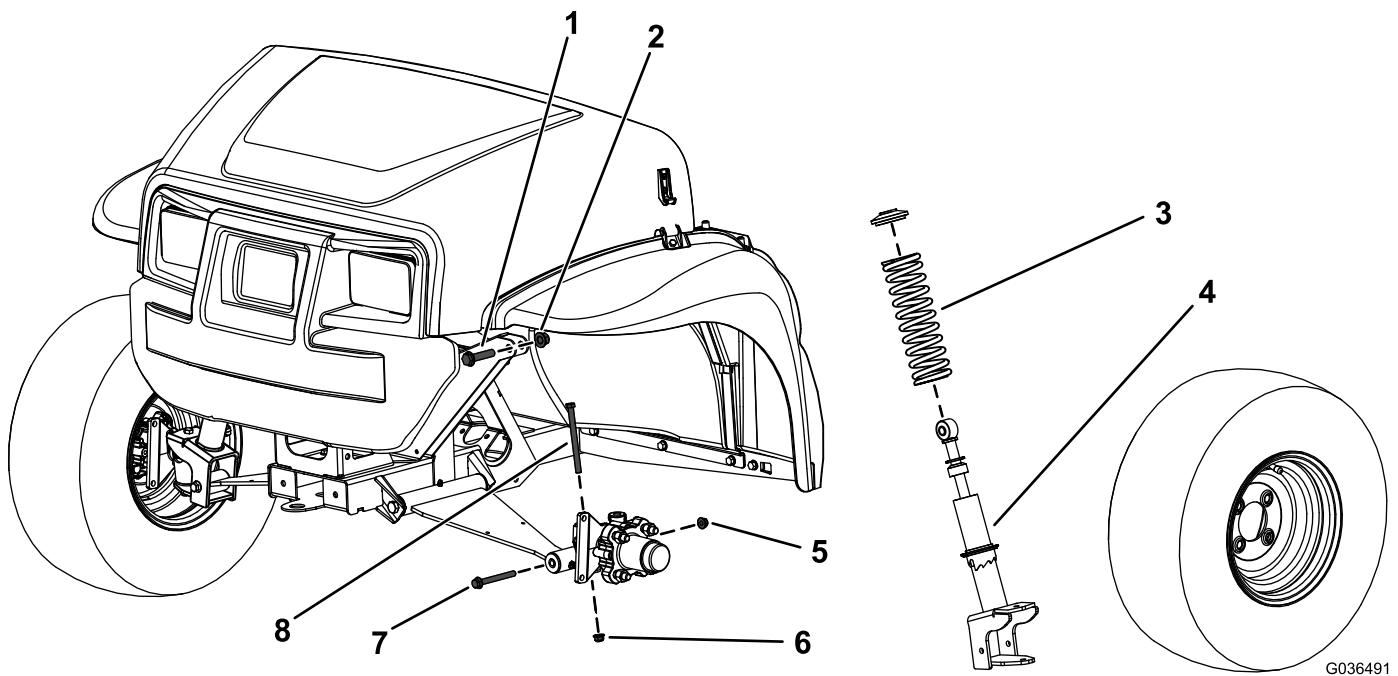

Figure 1
2. Retirez le boulon à tête hexagonale (3/8 x 4-3/4 po) et l'écrou à embase (3/8 po) de l'axe (Figure 1).
3. Retirez le boulon à tête hexagonale (3/8 x 3-1/2 po) et l'écrou à embase (3/8 po) du bras de commande (Figure 1).
4. Retirez le boulon à tête hexagonale (1/2 x 2-1/4 po) et le contre-écrou (1/2 po) qui fixent l'ensemble jambe de suspension au châssis supérieur (Figure 1).
5. Déposez l'ensemble jambe de suspension (Figure 1).
3. Déposez le ressort de l'ensemble jambe de suspension (Figure 1).
4. Installez le nouveau ressort sur l'ensemble jambe de suspension existant (Figure 1).
2. Fixez la partie supérieure de l'ensemble jambe de suspension au châssis avec le boulon à tête hexagonale supérieur (1/2 x 2-1/4 po) et le contre-écrou (1/2 po), comme montré à la Figure 1.
4. Posez le boulon à tête hexagonale (3/8 x 4-3/4 po) et l'écrou à embase (3/8 po) sur l'axe (Figure 1).
6. Fixez la partie inférieure de l'ensemble jambe de suspension au bras de commande avec le boulon à tête hexagonale supérieur (3/8 x 3-1/2 po) et l'écrou à embase (3/8 po), comme montré à la Figure 1.